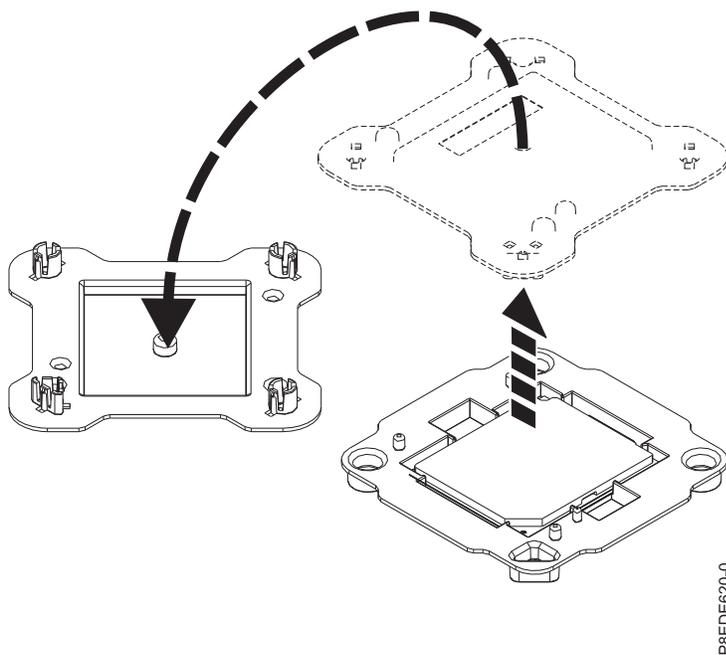

Figura 75. Abrir el empaquetado del módulo del procesador del sistema
2. Abra el embalaje del nuevo módulo del procesador del sistema y coloque la cubierta boca abajo, al lado de la bandeja, como se muestra en la Figura 75. La cubierta se utiliza para el módulo del procesador del sistema que está sustituyendo.